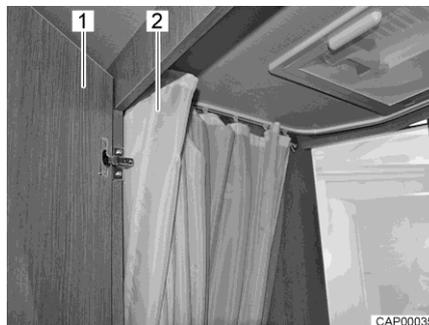

Fig. 129 Cuarto de aseo con ducha
- Para ducharse, cerrar la puerta (Fig. 129,1) y cerrar la cortina de ducha (Fig. 129,2 y Fig. 130,1 o Fig. 131,1) completamente o bien cerrarla con botones de presión para que todas las paredes estén protegidas.